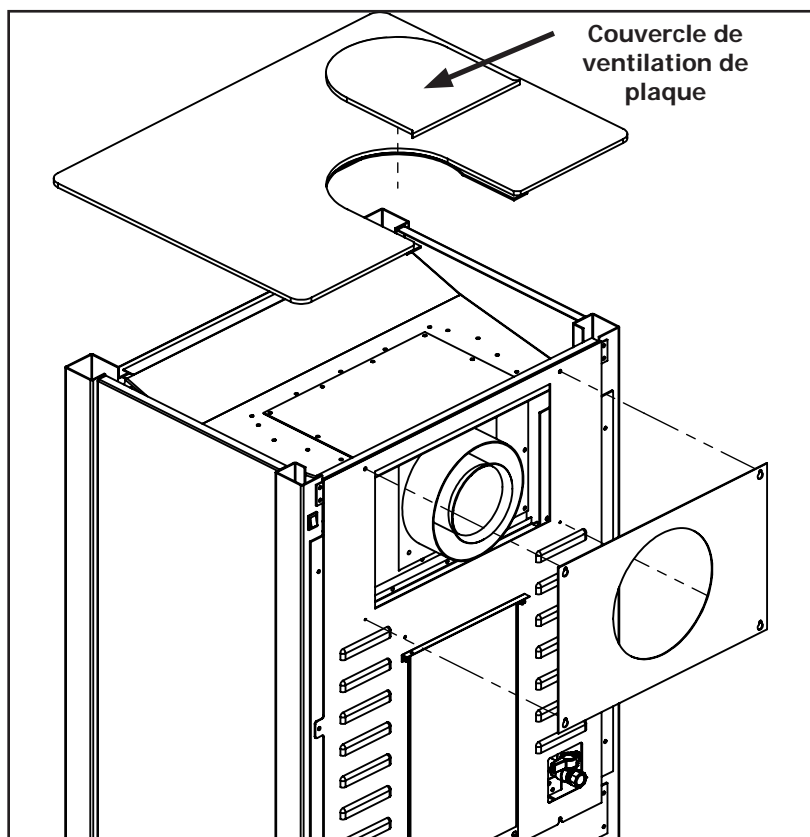

Figure 28: Conversion de ventilation – Étape 4
Étape 4 : Réinstallez la partie supérieure de la plaque en alignant les têtes de boulons du côté inférieur avec les supports arrière (voir Figure 28). Réinstallez la plaque arrière et serrez les quatre vis de fixation. Enfin, installez le couvercle de ventilation de la plaque fourni avec le S20I/S20ID comme indiqué.